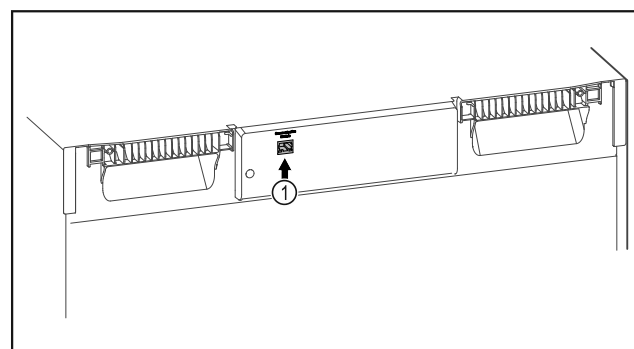

Fig. 95
- SmartModule Fig. 95 (1) установлен.